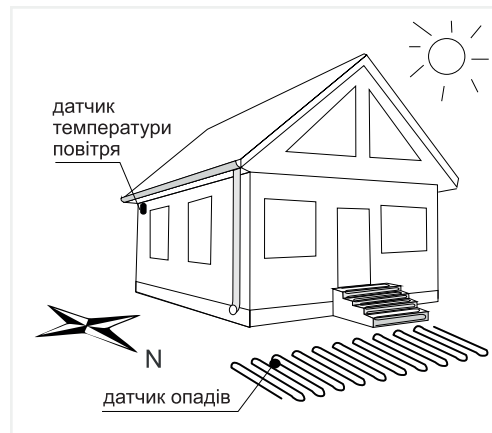

Рисунок 1. Розміщення датчика опадів
- найбільша кількість опадів (де в першу чергу з'являється сніг і навіртає замети вітер). Дивіться Рисунок 1.